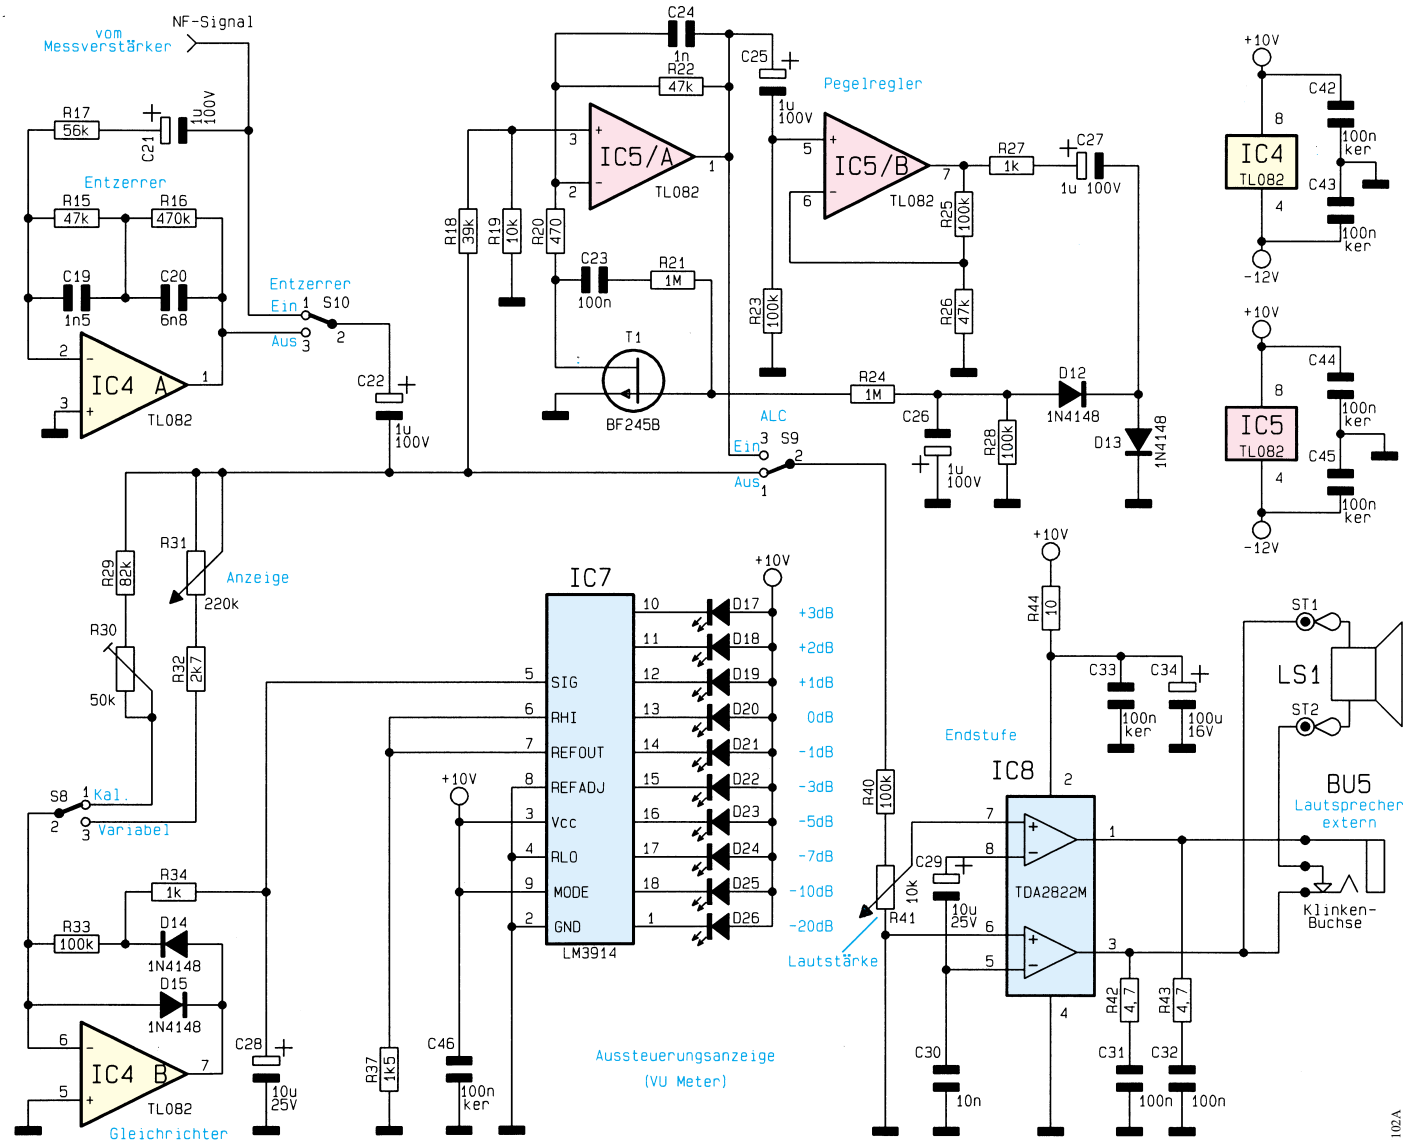

Bild 2: Das Hauptschaltbild zeigt den Entzerrer, den Pegelregler, das VU-Meter und die NF-Endstufe des SV 7000
- Bild 2: Hauptschaltbild
Hauptschaltbild (Bild 2)
Das in Abbildung 2 dargestellte Hauptschaltbild des SV 7000 zeigt den Entzerrer für magnetische Tonabnehmer, die automatische Lautstärkeregelung, das VU-Meter und die NF-Endstufe.